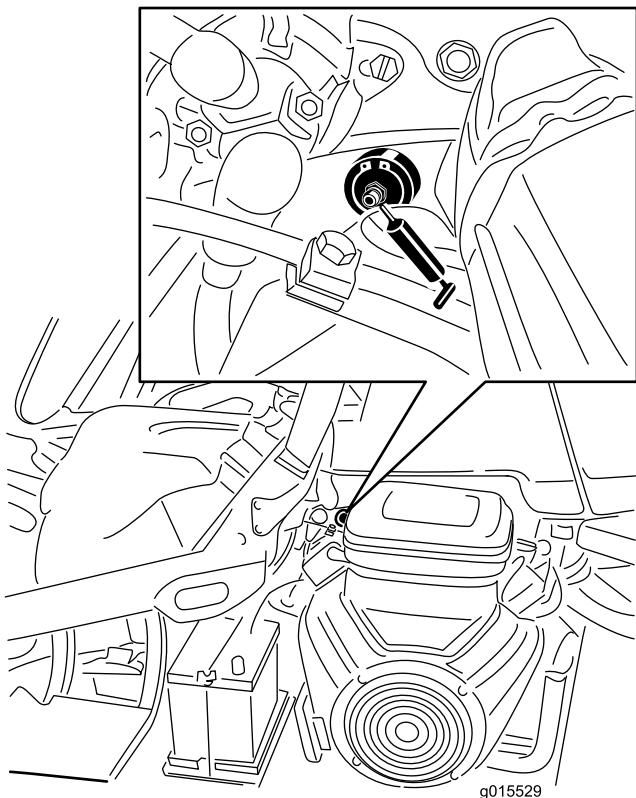

Figura 40
1. Limpie el punto de engrase para evitar que penetre materia extraña en el cojinete o el casquillo (Figura 40).